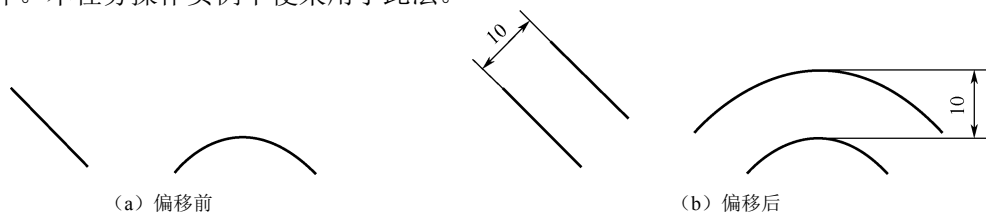

图 2-50 “指定距离”偏移对象
(1) 指定距离偏移对象。该方式通过输入偏移距离复制对象, 如图 2-50 所示。调用“偏移”命令后, 直接输入偏移的距离, 选择要偏移的对象, 再拾取一点确定偏移对象的位置, 即可完成偏移操作。本任务操作实例中便采用了此法。